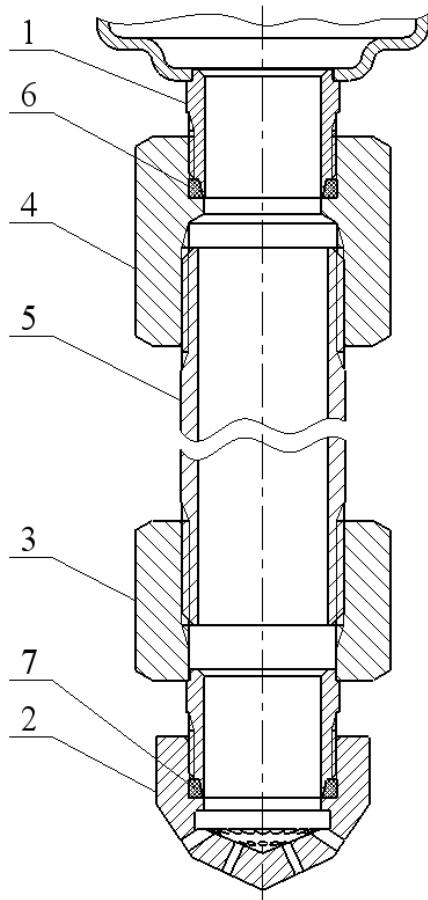

Рисунок 2
1.4.1.2 Для вывода насадка-распылителя в свободную зону через подвесной потолок типа Грильято, Армстронг и т.п. или его перемещения в рабочую зону эффективного пожаротушения при монтаже МУПТВ на потолочном перекрытии высотой более 6 м, модуль может быть дополнительно укомплектован удлинителем, соединяющим выпускную горловину МУПТВ 1 с насадком-распылителем 2 (см. рисунок 2).
2.1.7 При монтаже насадка-распылителя через удлинитель (см. рисунок 2) провести следующие работы. Собрать удлинитель согласно рисунку 2. Перед сборкой на наружные резьбы трубы **5** нанести силиконовый герметик, после чего накрутить до упора переходники **3**, **4**. В зарезьбовые участки отверстий насадка-распылителя **2** и переходника **4** установить резиновые кольца **6**, **7**. На наружную резьбу переходника **3** накрутить до упора насадок-распылитель **2**. Соединить удлинитель через резьбовое соединение с выпускной горловиной МУПТВ **1**. При монтаже необходимо обеспечить перпендикулярное направление оси удлинителя относительно горизонтальной плоскости.